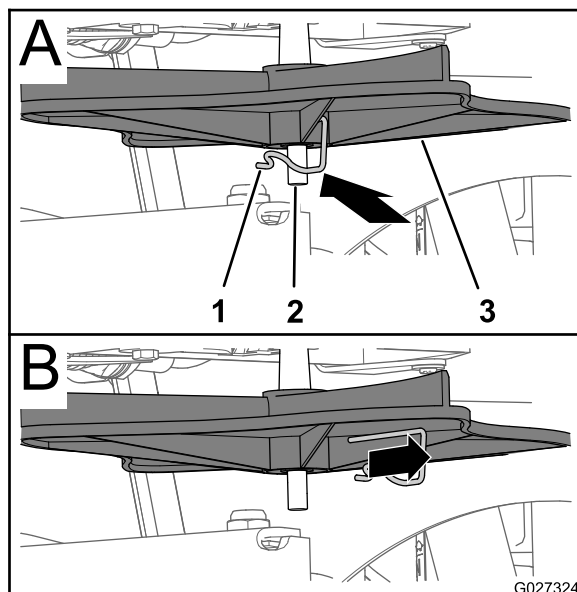
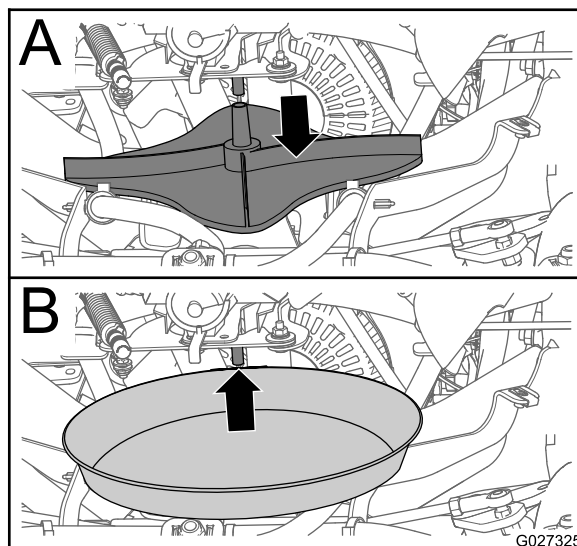

Figura 30
Figura 31
4. Retire el pasador de arrastre que sujeta el impulsor al eje del motor del impulsor, y retire el impulsor del eje (Figura 30 y Figura 31).
5. Coloque un recipiente poco profundo debajo del eje del motor del impulsor (Figura 31).